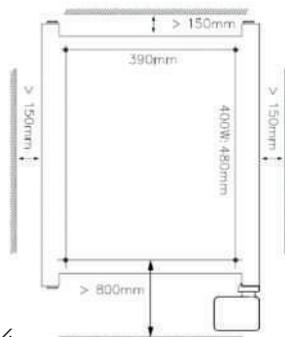

Figura 4
- 2.** Coloque o dispositivo com uma distância mínima (Figura 4) de: